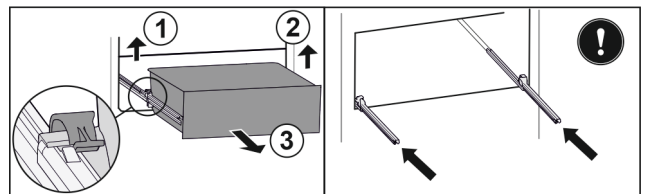

Fig. 149
- ▶ Linker klem optillen en gelijktijdig lade links naar voren trekken. Fig. 149 (1)
- ▶ Rechter klem optillen en gelijktijdig lade rechts naar voren trekken. Fig. 149 (2)
- ▶ Lade naar voren toe verwijderen. Fig. 149 (3)